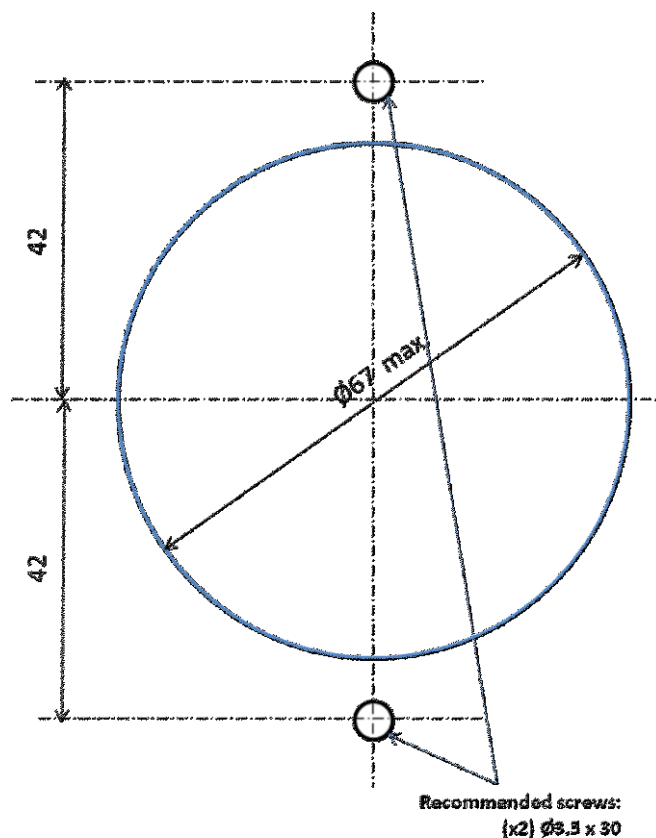
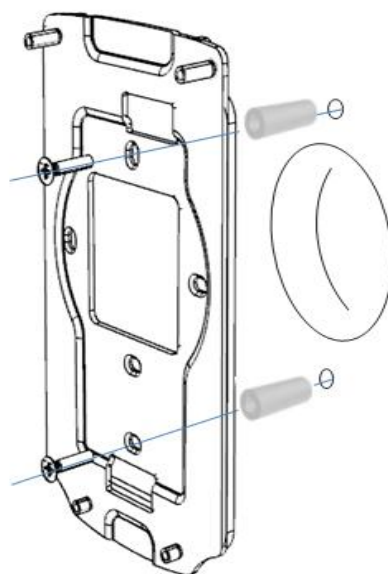

Figure 7 : Gabarit de perçage
Figure 8 : Fixation de la tôle murale
1. Percer dans le mur un trou de 67 mm de diamètre, s'il n'y en a pas (voir Figure 7).
3. Percer dans le mur 2 trous adaptés aux chevilles et y insérer les chevilles (voir Figure 7 et Figure 8).
4. Rapprocher la tôle murale du mur, face aux 2 trous percés dans le mur (voir Figure 8).
5. Fixer la tôle murale à l'aide de 2 vis adaptées aux chevilles (diamètre Max : 3,5 mm, longueur 30 mm) (voir Figure 8). Utiliser les 2 futs de vis supérieurs pour obtenir une mise à l'horizontale de la plaque murale correcte.